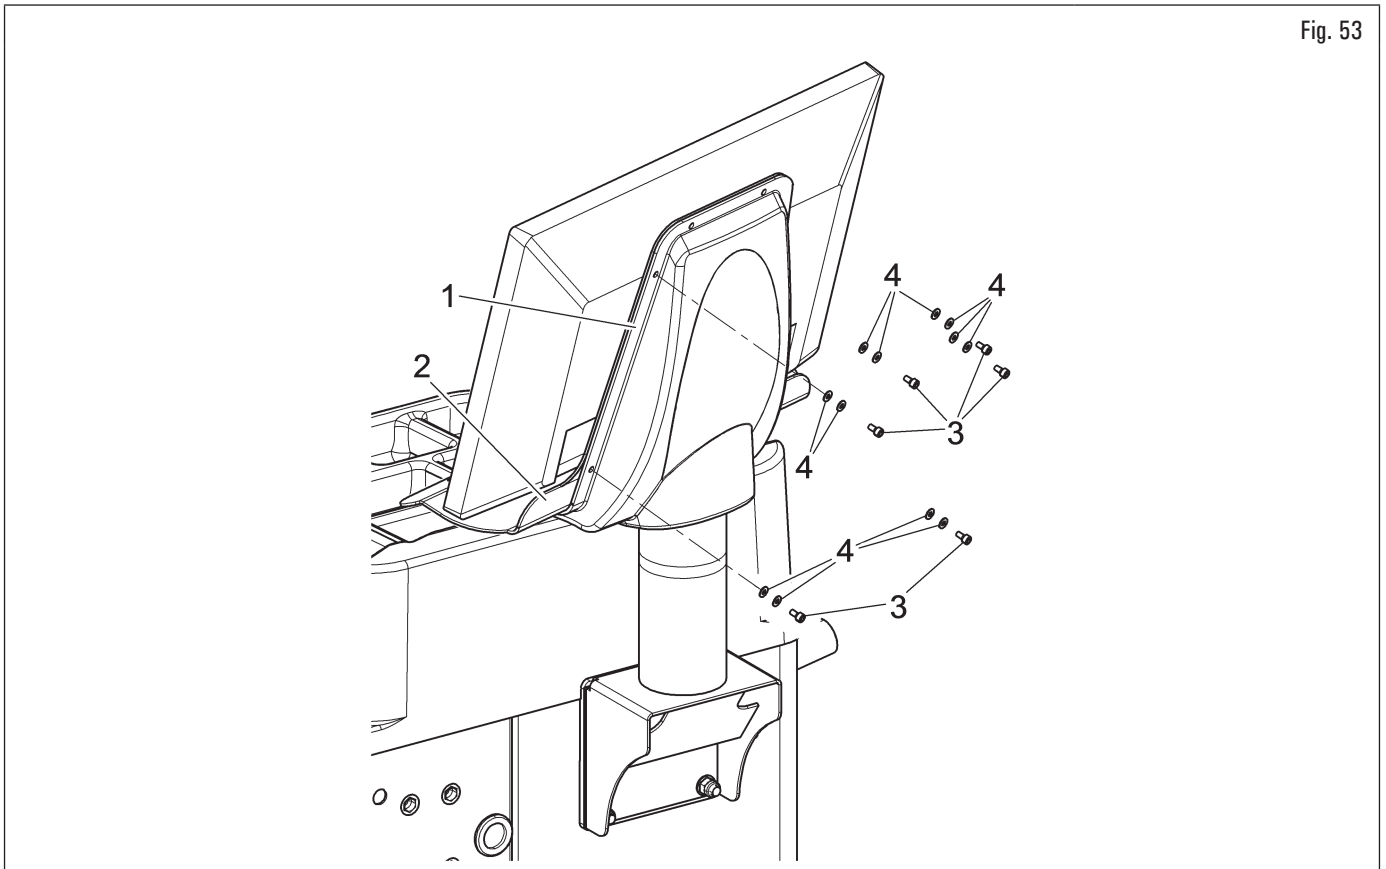

Fig. 53
7. montare il carter (Fig. 53 rif. 1) al supporto (Fig. 53 rif. 2) con le 6 viti (Fig. 53 rif. 3) e le rondelle (Fig. 53 rif. 4), fornite in dotazione.